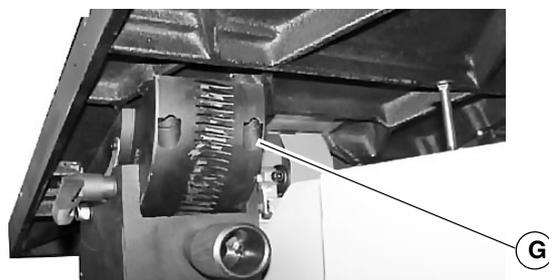

Abb. 12: Inbusschraube einsetzen
Schritt 7: Inbusschraube M8x30 (Pos. G, Abb. 12) einsetzen und leicht anziehen.
Schritt 9: Alle Befestigungsschrauben (Pos. G & F, Abb. 11 und Abb. 12) des Arbeitstisches festziehen.